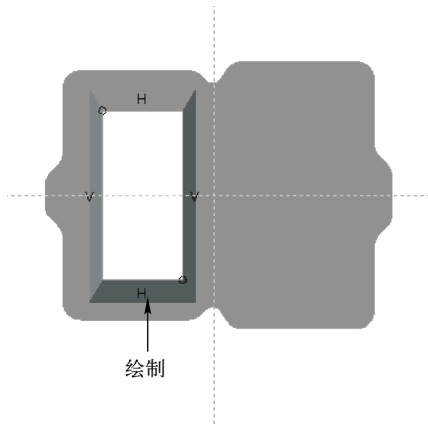

图 16-16 绘制草绘截面四
STEP 15 用与上述同样的方法, 使用“填充”命令, 选择“DTM1”平面作为草绘平面, 绘制草绘截面, 如图 16-16 所示。